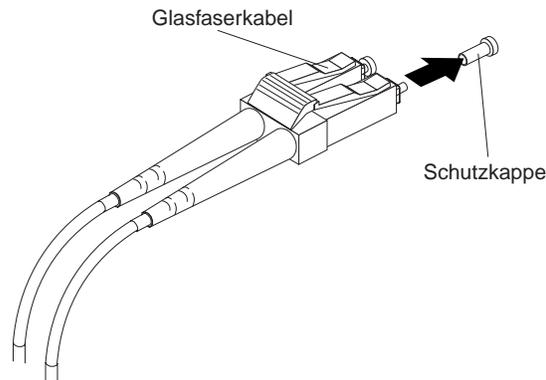

Abbildung 19. Schutzkappen der Glasfaserkabel entfernen
- Entfernen Sie die zwei Schutzkappen an dem einen Ende des LC-LC-Kabels, wie in Abb. 19 dargestellt. Bewahren Sie die Schutzkappen zur späteren Verwendung sorgfältig auf.